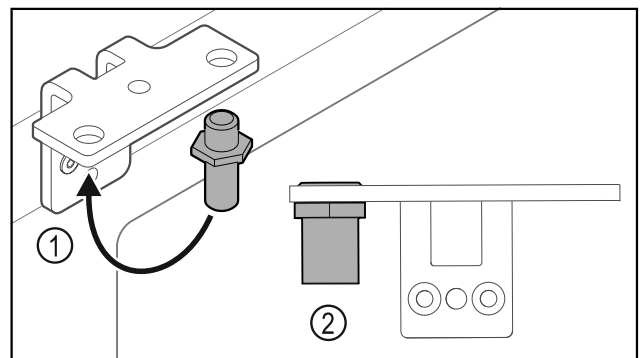

Fig. 26
- Spostare il perno Fig. 26 (1) nella cerniera angolare.
- Serrare il perno Fig. 26 (2) con una **coppia di 12 Nm**.